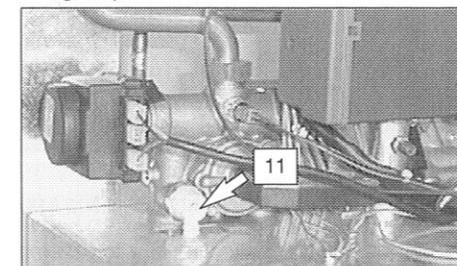

fig. 4.3
- 6 Allentare il rubinetto di sfiato manuale (11 in fig. 4.3).
- 9 Aprire lentamente il rubinetto di riempimento (36 in fig. 4.5) del circuito di riscaldamento e chiudere il rubinetto di sfiato manuale (11 in fig. 4.3) quando da quest'ultimo inizia ad uscire acqua..